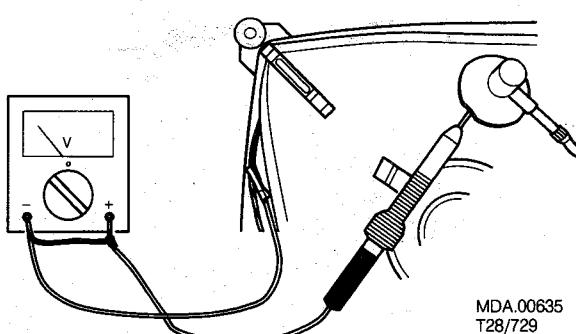

Fig. 1
- Um die Zerstörung von IC's und Transistoren zu verhindern, müssen Hochspannungsüberschläge vermieden werden. Damit die Bildröhre nicht zerstört wird, soll die in Abbildung 1 dargestellte Methode zum Entladen der Bildröhre angewendet werden. Benutzt werden soll ein Hochspannungstastkopf und ein Vielfachmessinstrument (Position DC-Volt). Entladen, bis der Ausschlag des Messinstruments 0 Volt ist (nach ca. 30 s).